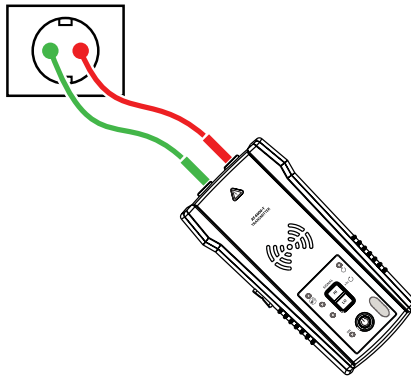

Abbildung 3.2a
3. Schließen Sie rote und grüne Messleitung an Außenleiter und Neutraleiter derselben Steckdose oder Leitung an (siehe Abbildung 3.2a).